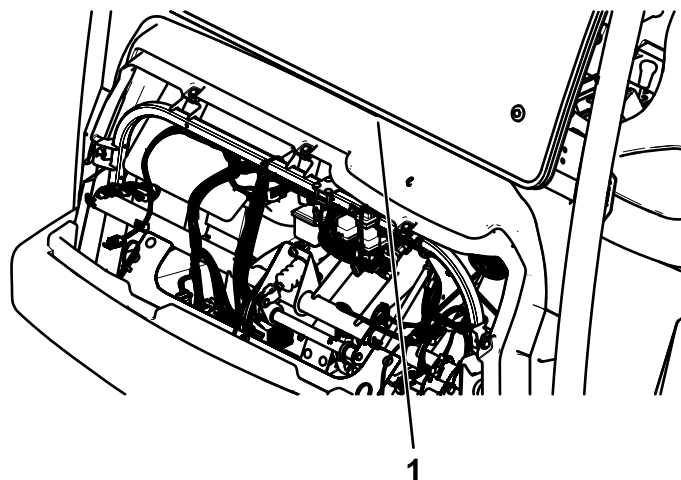

Bild 38
4. Entfernen Sie den Abstand zwischen dem Armaturenbrett und der Kabine. Stellen Sie hierfür die Gewindeschraube (1/2" x 4") ein, bis die Anschlagplatte am Armaturenbrett nach oben drückt (Bild 38).